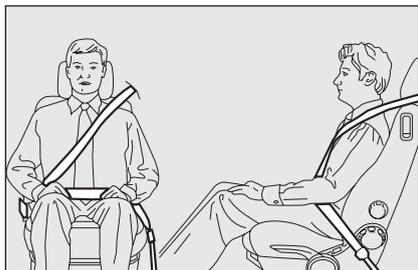

fig. 3
**ATTENTION** La sangle de la ceinture ne doit pas être entortillée. La partie supérieure doit passer sur l'épaule et traverser le thorax en diagonale. La partie inférieure doit rester adhérent au bassin (comme indiqué sur la **fig. 3**) du passager, et non à son abdomen. N'utiliser aucun dispositif (agrafes arrêtoirs, etc.) pour écarter les sangles du corps des occupants.